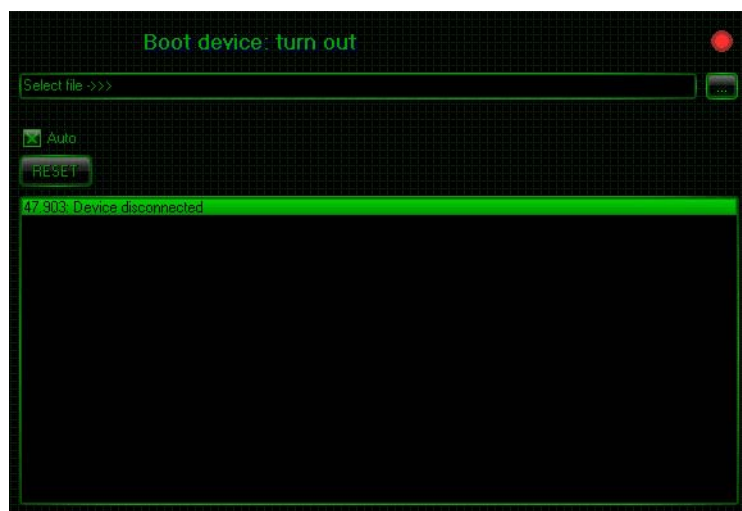

Рис. 2.7.
2. Запустите программу прошивки *ZBootloader.exe*. В окне программы появится сообщение об отсутствии подключенных для прошивки устройств (рис. 2.7).